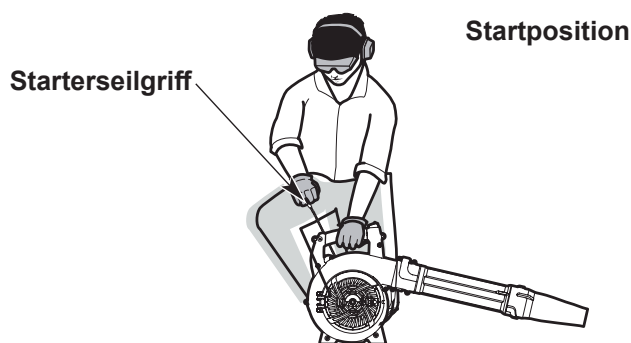

Abb. 7
Vermeiden Sie, das Gerät versehentlich zu starten. Um schwere Verletzungen zu verhindern, müssen Benutzer und Gerät in einer standfesten Position sein, wenn das Starterseil gezogen wird (Abb. 7).
5. Drücken Sie NICHT den Gashebel. Gehen Sie zum Starten des Geräts in die Hocke (Abb. 7).
6. Drücken Sie NICHT den Gashebel. Ziehen Sie das Starterseil drei- bis fünfmal mit einer kontrollierten und gleichmäßigen Bewegung, um den Motor zu starten (Abb. 7).